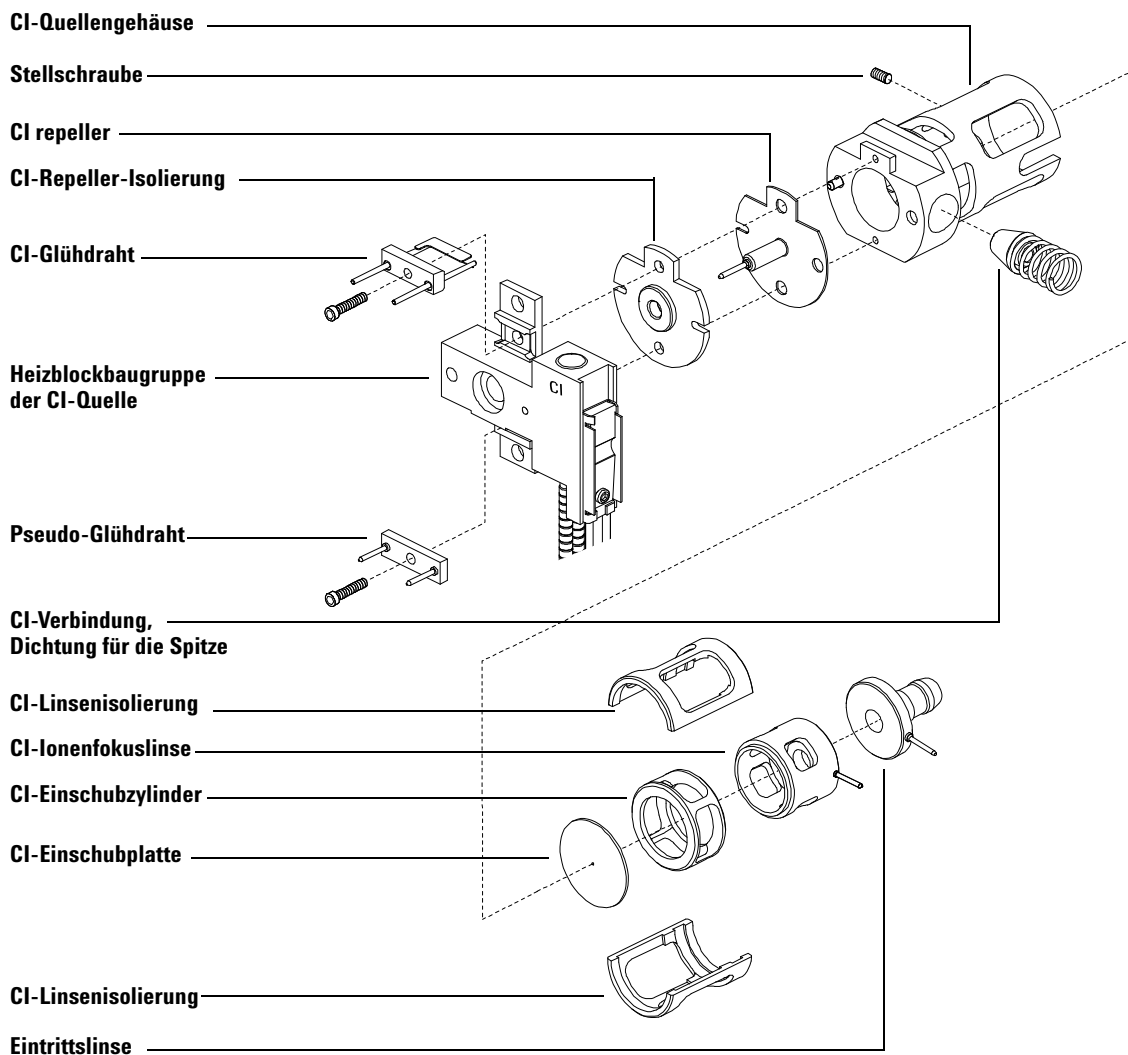

Abb. 35 Zusammenbauen der CI-Ionenquelle
- 2** Setzen Sie die Einschubplatte und den Einschubzylinder in das Quellengehäuse ein (Abb. 35).